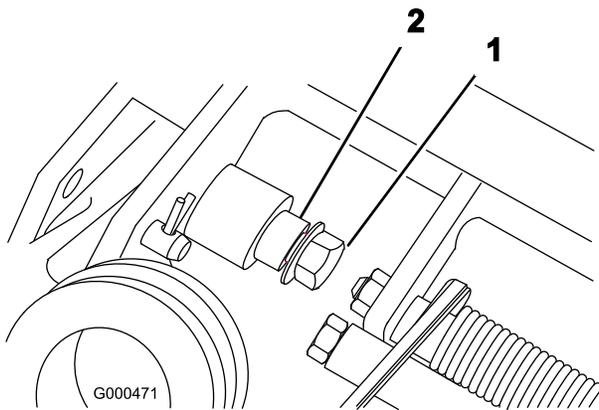

Figure 7
- Retirez le contre-écrou à embase du boulon et de l'axe de pivot de chaque côté de la machine (Figure 7).